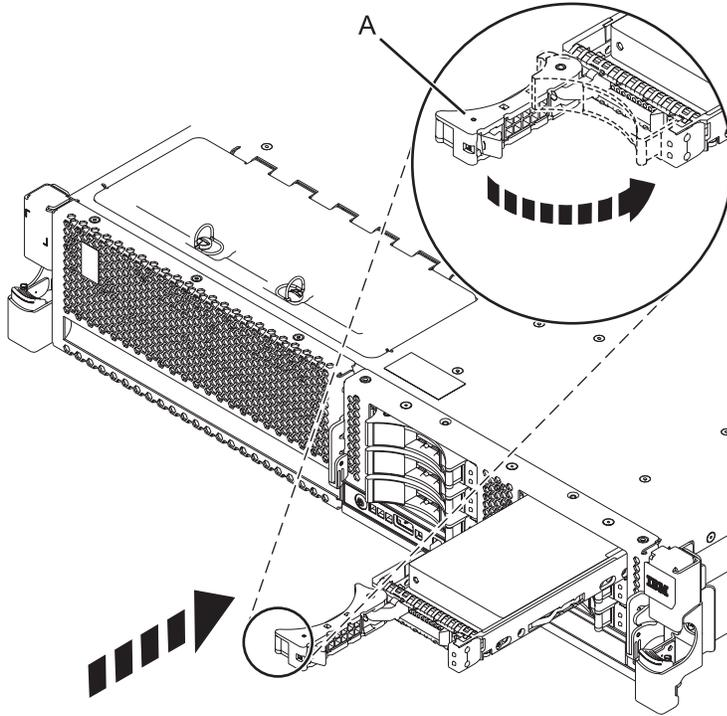

Figura 16. Instalación de la unidad en el sistema
4. Deslice la unidad hasta el fondo del sistema o unidad de expansión y empuje el asa de la unidad (**A**) hasta que quede encajada, como se muestra en Figura 16 en la página 31.